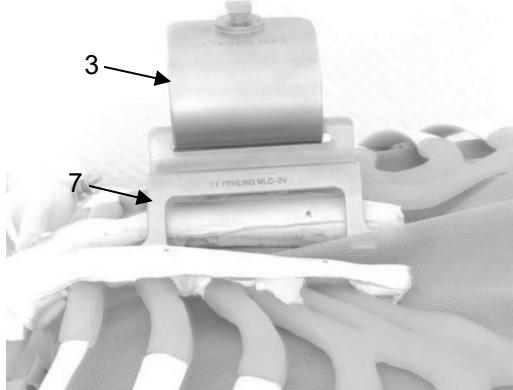

Abb. 10
- Einführen des IMA-Blatts (3) in Verbindung mit dem IMA-Halteblatt (7) in den Sternum-Sägespalt (Abb. 10).